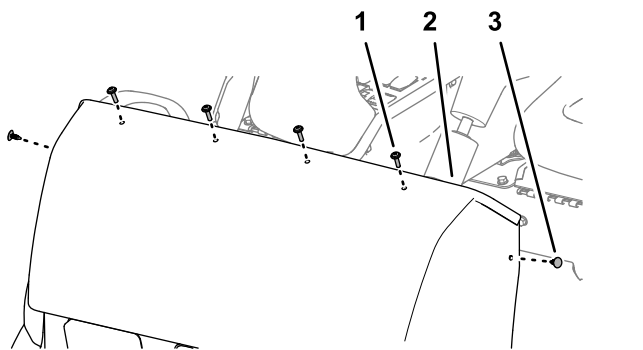

Figura 144
2. Monte el capó en el soporte del salpicadero con 2 grapas (Figura 144).
3. Sujete el capó al soporte del salpicadero (Figura 144) con 4 tornillos Phillips de cabeza troncocónica (1/4" x 1").